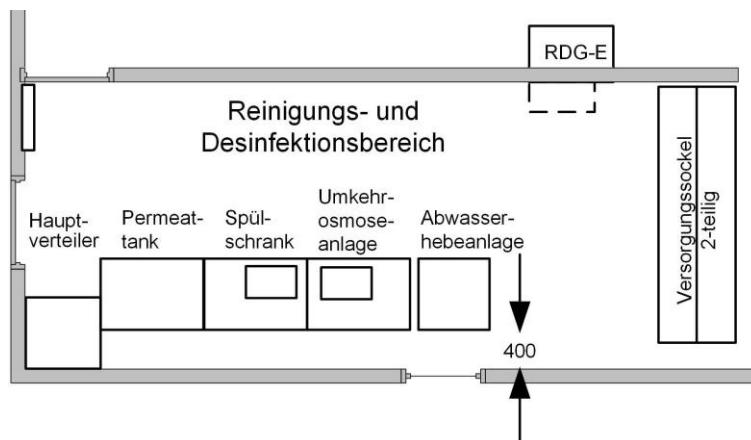
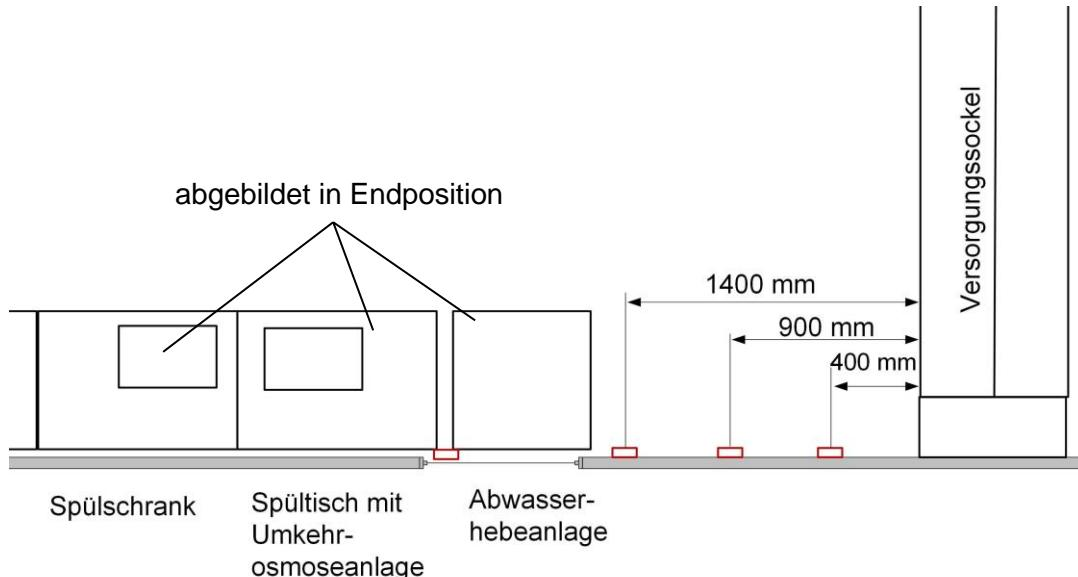

Abb. 1: Platzierung der Komponenten zur Wasserinstallation
Abb. 2: Montageposition der Schlauchhalter
- ◆ Platzieren Sie den Hauptverteiler in der Ecke des CRM (Abb. 1:). Die vorbereitende Elektroinstallation muss parallel zur Wasserinstallation durchgeführt werden.
- ◆ Bringen Sie die 3 Schlauchhalter mit 9 Schellen mit den dargestellten Abständen zum Versorgungssockel an (siehe Abb. 2:).
Im Zuge der Inbetriebnahme werden die Komponenten von der Montageposition (siehe Abb. 1:) in die Endposition (siehe Abb. 2:) gerückt.